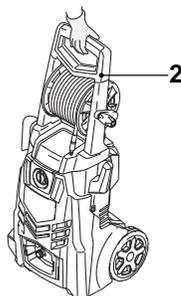

Fig. 43
3. Portez toujours l'appareil en le tenant par sa poignée (2) (Fig. 43).